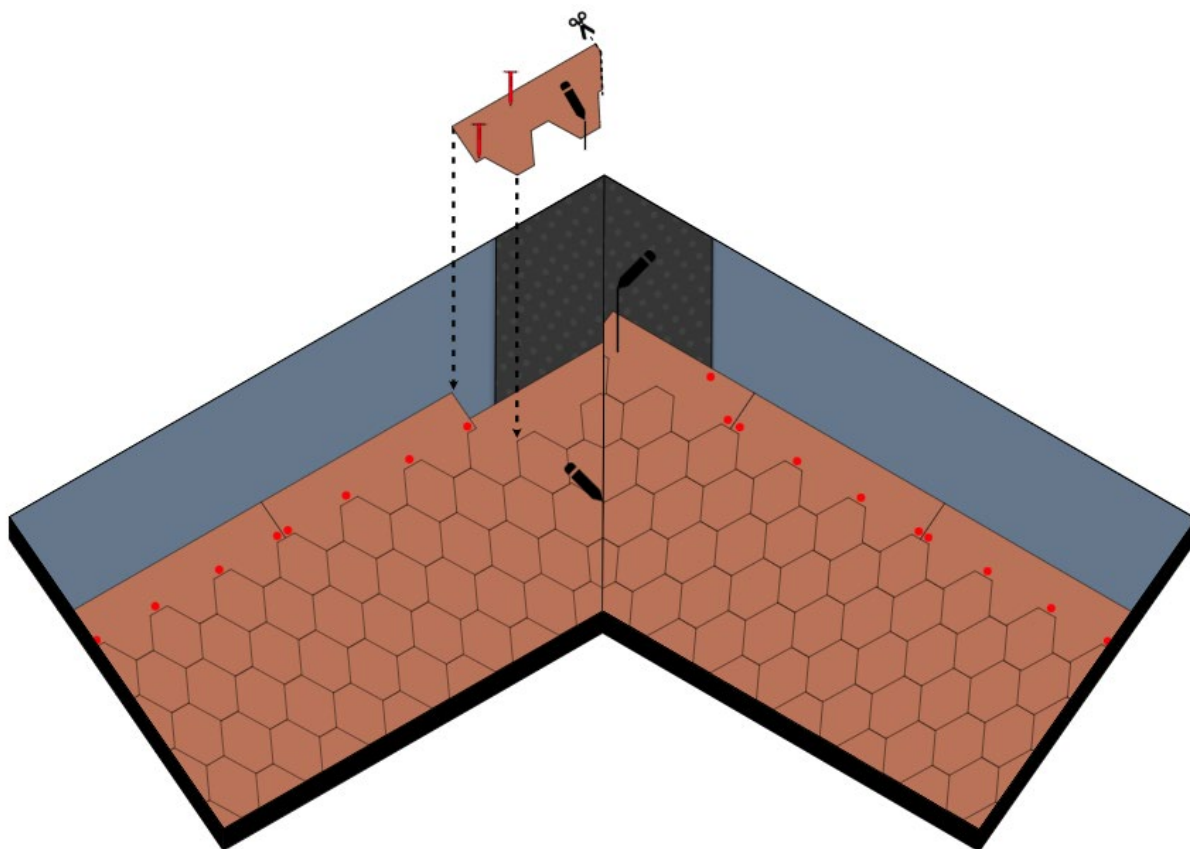

Fig. 13 - Posa tegole sul compluvio
- Una volta completata la prima falda per l'intera lunghezza del compluvio, passare alla falda adiacente. Iniziare la posa delle tegole dalla fila di partenza e proseguire per file successive. L'ultima tegola di ogni fila dovrà arrivare almeno fino all'asse di compluvio - Fig. 13.
- Chiodare le tegole fino a 30 cm dall'asse del compluvio. Completata la posa delle tegole anche per la seconda falda, tracciare l'asse del compluvio. Procedere quindi al taglio delle tegole della seconda falda seguendo la linea di compluvio. Tagliare trasversalmente lo spigolo superiore della tegola al compluvio - Fig. 13, in modo da convogliare l'acqua discendente lungo l'asse del compluvio. Sollevare le tegole, una per volta e fissarle con del Bitustick - Fig. 13.